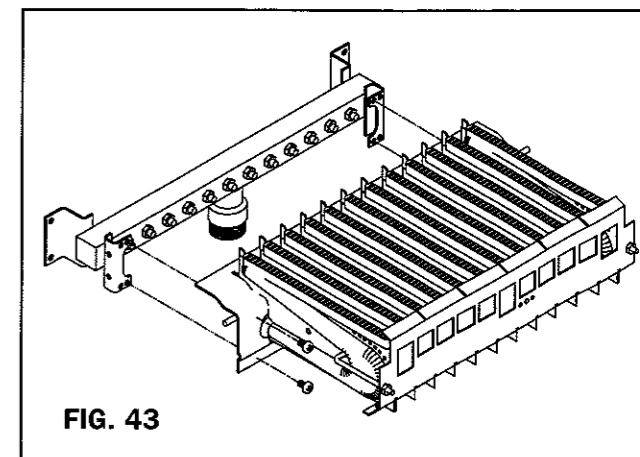

FIG. 43
- Rimuovere il gruppo bruciatore allentando le viti che lo fissano al collettore gas. (vedi fig. 43)